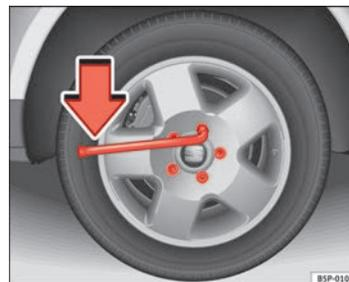

Fig. 178 Cambio de rueda: aflojar los tornillos de rueda
- Agarre la llave por el extremo y gírela aproximadamente una vuelta hacia la **izquierda** ⇒ fig. 178.